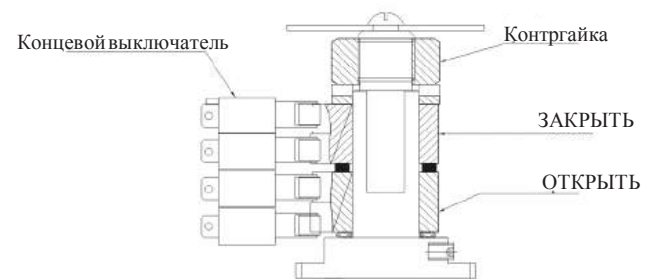

Рисунок 12
10.1 Регулировка ограничителей хода (см. рис. 12,13)